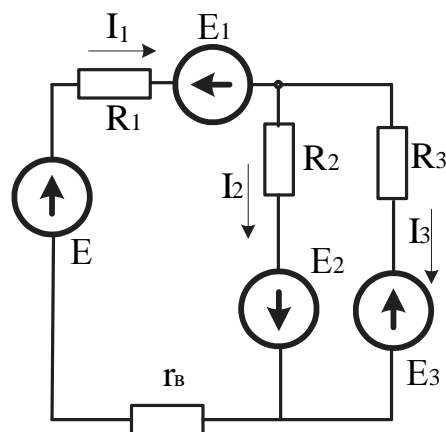

Рисунок 5
1. Исходная схема с нелинейными элементами НС1, НС2, НС3 заменяется схемой с линейными элементами (рис.5), при этом каждое нелинейное сопротивление представляется виде цепочки из последовательно соединенных линейного резистора R_i и источника ЭДС E_i .
3 Затем схема (рис.5) рассчитывается любым методом расчета линейных цепей постоянного тока. Определяются токи I_1, I_2, I_3 и напряжения U_{ab} , U_{bc} , U_{ac} .